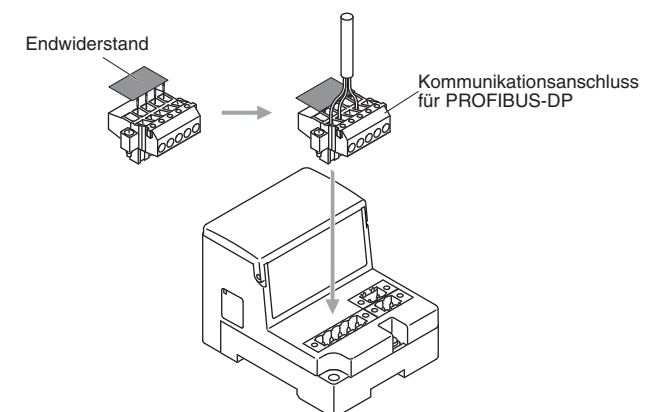

Abbildung 4
(3)Anschluss der Einheit siehe Abbildung 4.